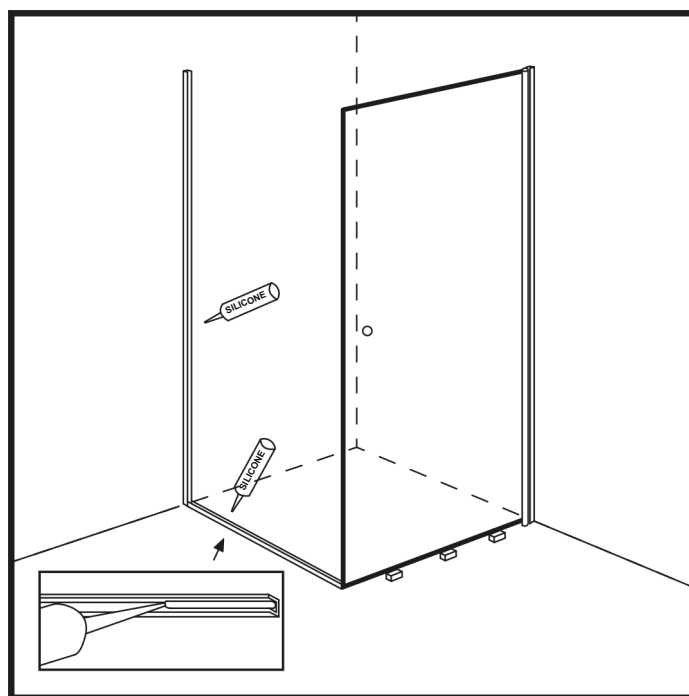

Abbildung 13
28. Füllen Sie die U-Leisten an Wand und Boden mit einem gleichmäßigen Silikonstreifen. (Abbildung 13)